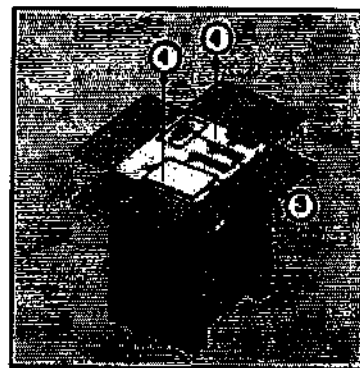

Рис. 3.3.
3. Откройте картонную коробку, достаньте из ложементов шнур для подключения и держатели мешков (см. рис. 3.3)
4. Удалите ложемент (см. рис. 3.3).